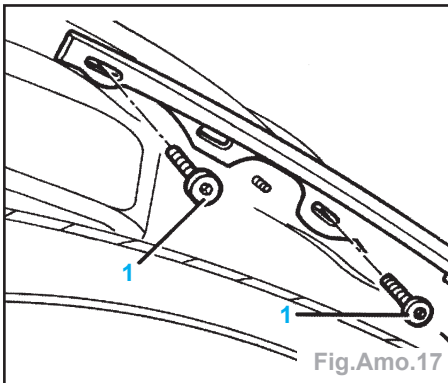

Fig.Amo.17
- Déposer les vis latérales (1) (Fig.Amo.17).